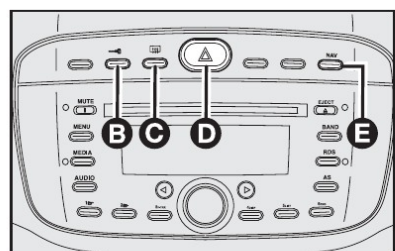

fig. 71
**C - Desembaçador do vidro traseiro fig. 71** - Botão com indicação de função ativada para ligar/desligar o desembaçador do vidro traseiro.
**D - Luzes de emergência** - Botão com indicação de função para ligar e desligar as luzes de emergência. Acendem-se apertando levemente o botão **D-fig. 71**, independente da posição da chave de ignição. Com o dispositivo ligado, o símbolo sobre o interruptor **D** e o indicador  $\leftrightarrow$ , no quadro de instrumentos iluminam-se de modo intermitente.